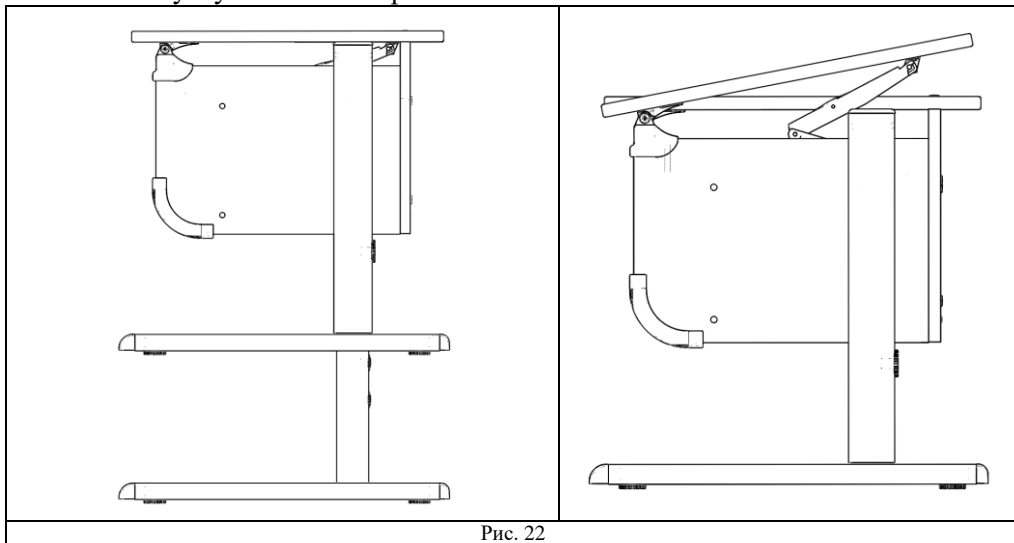

Рис. 22
6.2. Для удобства эксплуатации потребителями различных возрастных групп стол имеет возможность ступенчатой регулировки столешницы по высоте и углу наклона см. рис. 22.